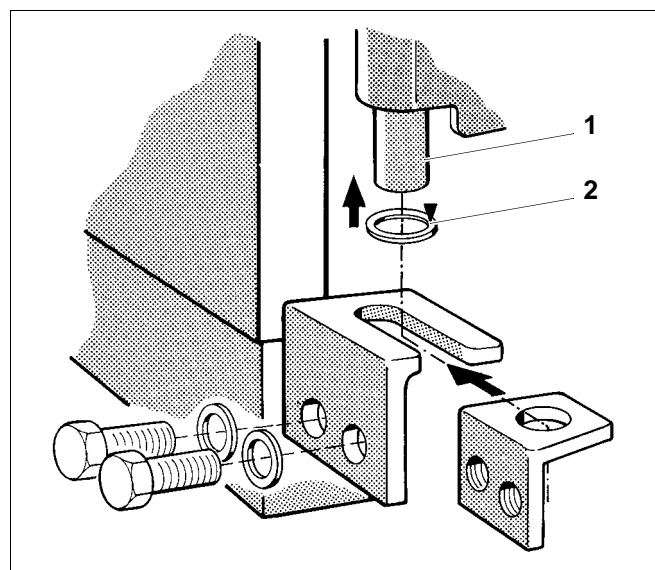

Abb. 5 Montage Kesseltür
- Unterlegscheibe (Abb. 5, Pos. 2) satt mit Fett beschichten (kleiner Pfeil in Abb. 5) und auf linken unteren Scharnierbolzen (Abb. 5, Pos. 1) aufschieben.
Die Unterlegscheibe muss bei geschlossener Tür fluchtend zum Scharnierbolzen auf dem Türtragewinkel liegen (Abb. 5).